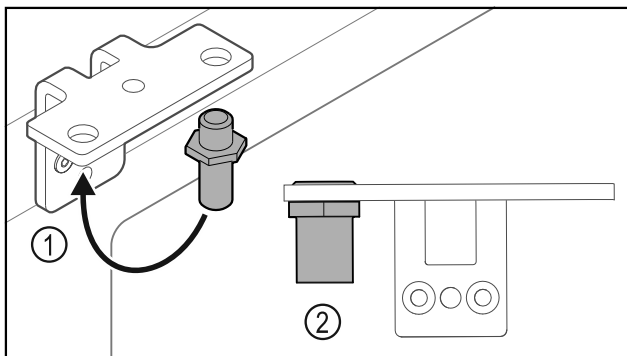

Fig. 30
- ▶ Bolzen Fig. 30 (1) im Scharnierwinkel umsetzen.
- ▶ Bolzen Fig. 30 (2) mit **Drehmoment von 12 Nm** anziehen.